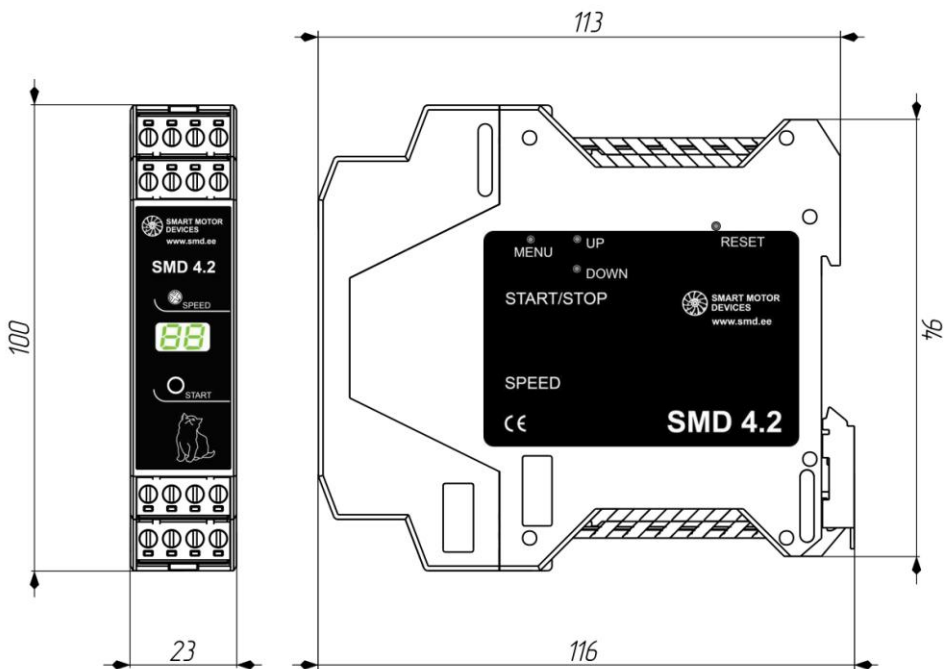

Рис. 2. Корпус блока управления SMD-4.2DIN
- кнопки для настройки режимов работы MENU, UP, DOWN, запуска блока START и сброса состояния контроллера RESET (см. рис.2).
Сброс настроек до состояния заводских – одновременное удержание кнопок UP и DOWN более 8 сек. Сброс состояния контроллера блока SMD-4.2DIN (перезагрузка) осуществляется кнопкой RESET (см. рис.2)